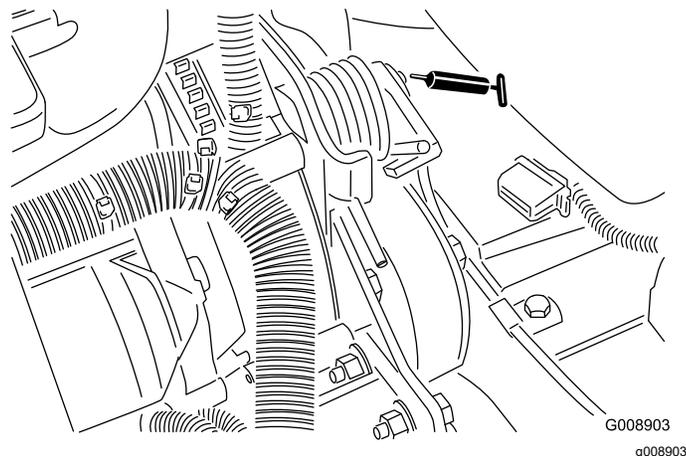

Рисунок 68
- Ось поворота механизма натяжения ремня (Рисунок 68)